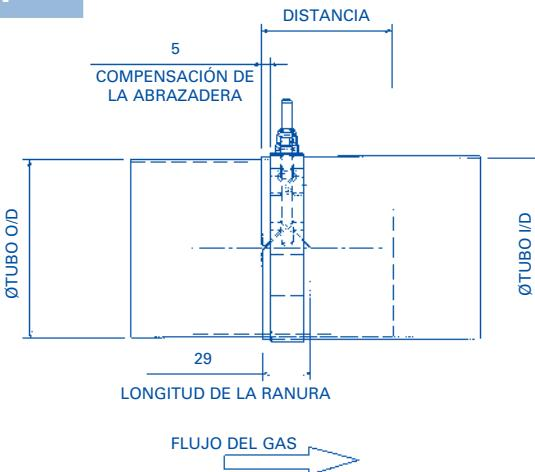

Figure 1: OD/ID Requisitos comunes
3.4 Tous les joints intérieurs et extérieurs de tuyaux/tubes doivent être assemblés comme illustré à la Figure 1 dans laquelle la 'Distance' nominale est égale à 65 mm (50 mm minimum).